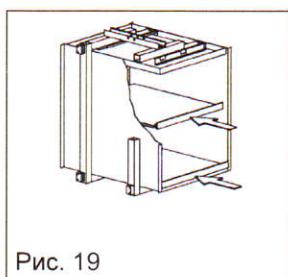

Рис. 17
- Раздвижные двери кабины лифта (Рис. 17)